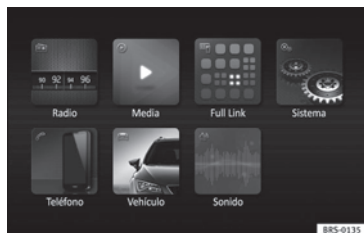

Fig. 81 Easy Connect: Menú principal.
- Pulse la tecla de Infotainment **MENU** / y posteriormente el botón de función **Vehículo** »» fig. 81.